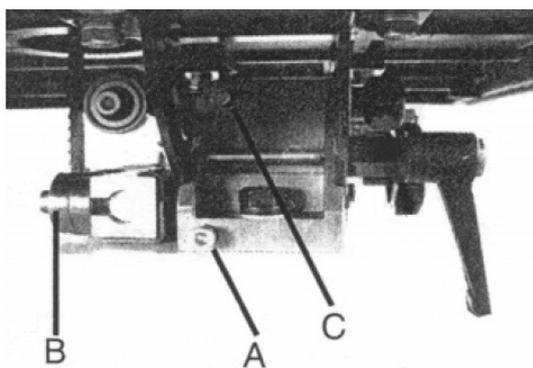

Fig. 15 : Guide de la lame de scie
Étape 1 : Desserrez d'abord la vis (Fig. 15, Pos. A) et faites glisser les rouleaux jusqu'à environ 1,5 mm des dents de la lame de scie.
Étape 2 : Resserrez la vis (Fig. 15, Pos. A).
Étape 3 : Desserrez les vis (Fig. 15, Pos. B) et réglez les rouleaux de guidage de manière à ce qu'il y ait un espace d'environ 0,5-0,7 mm entre les rouleaux et le ruban de scie. Si l'écart est trop faible, les lames de la scie à ruban s'useront plus rapidement !
Étape 4 : Resserrez les vis (Fig. 15, Pos. B).
Étape 5 : Desserrez la vis (Fig. 15, Pos. C) et faites glisser le rouleau de guidage arrière sur l'arrière du ruban de scie.
Étape 6 : Resserrez la vis (Fig. 15, Pos. C).